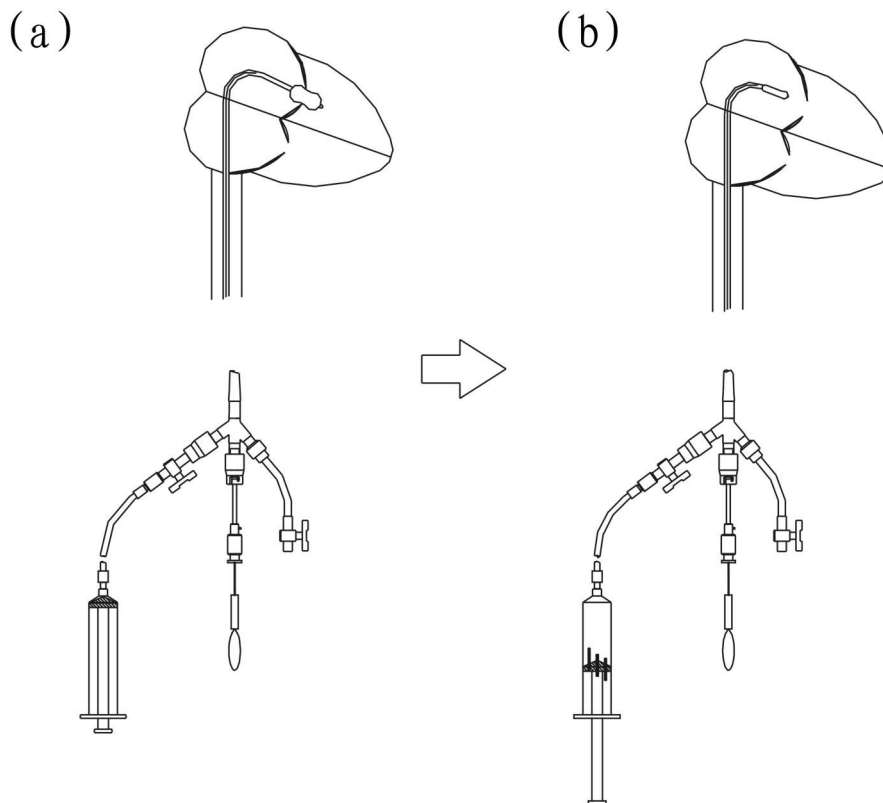

Abb. 25 Ballon deflatieren und im Vorhof platzieren
- b. Wenn der Ballon an der Mitralöffnung positioniert ist, spritzen Sie das restliche verdünnte Kontrastmittel rasch ein, um den ganzen Ballon aufzublasen und die Klappe zu dilatieren (a). Sobald der Ballon vollständig aufgeblasen ist, sollte der Ballon entleert und in dem Vorhof (b) platziert werden. (siehe Abb. 25).